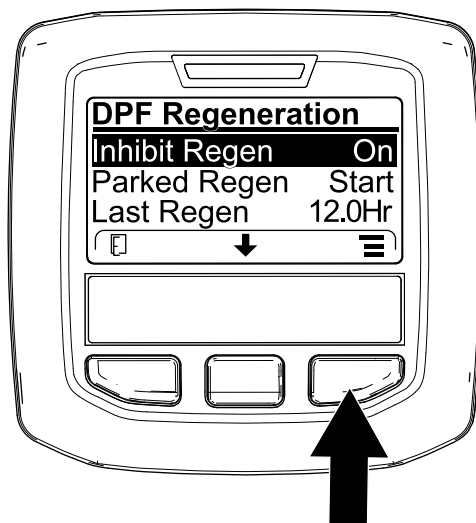
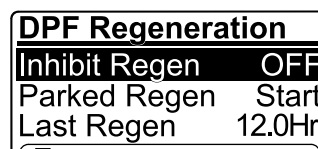

図 44
図 45
- DPF Regeneration メニューで、中央ボタンを押して再生禁止 INHIBIT REGEN オプションに移動し、右ボタンで中に入る 図 44。
- 右ボタンを使って、設定を ON から OFF 図 44または OFF から ON に変える 図 45。